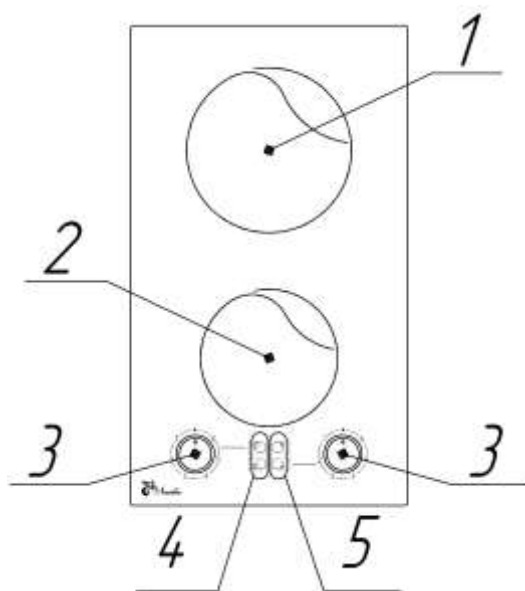

Рис. 3. Устройство варочной панели ПЭВ 20 С.
Расположение и назначение элементов варочной панели показано на Рис. 3. Символы на панели показаны условно. Ручки управления имеют круговое вращение.
На стеклокерамической поверхности (см. Рис. 3) расположены две зоны нагрева различного диаметра (1 – зона нагрева $\varnothing 180$ мм и 2 – зона нагрева $\varnothing 140$ мм), температура нагрева которых регулируется ручками переключателей (3). Так же имеется индикация включения зоны нагрева (4) и индикация остаточного тепла (5). Когда конфорка горячая, индикация включена.